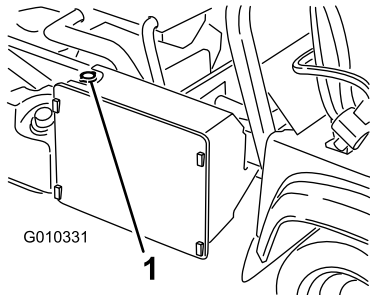

图70
7. 完成向散热器加注然后安装盖子图70。
3. 拆下散热器盖图70。
4. 卸下备用储液箱盖图70。